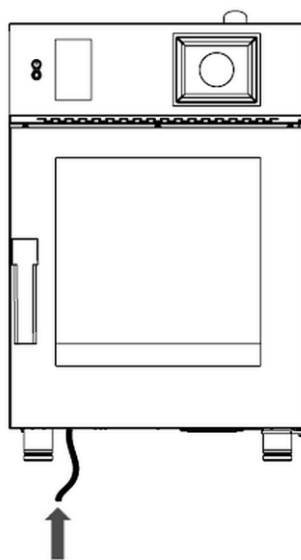

Abb. 6
- Führen Sie die weiße Leitung des Spülmittels in den Behälter ein. Der Schlauch befindet sich unten links am Gerät (Abb. 6).